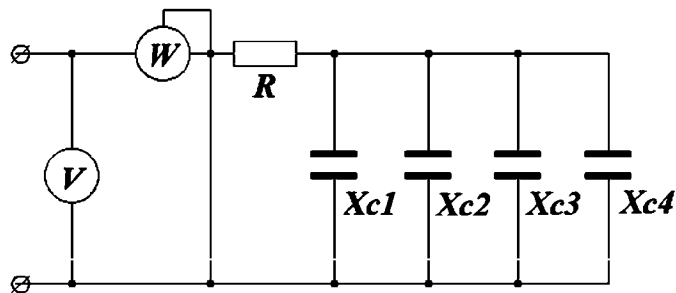

Рис. 1.70. Схема к задаче 10
10. Вольтметр показывает 120 В (рис. 1.70). Что покажет ваттметр, если  $R = 30 \text{ Ом}$ ,  $X_{c1} = 20 \text{ Ом}$ ,  $X_{c2} = 40 \text{ Ом}$ ,  $X_{c3} = 60 \text{ Ом}$ ,  $X_{c4} = 80 \text{ Ом}$ ?